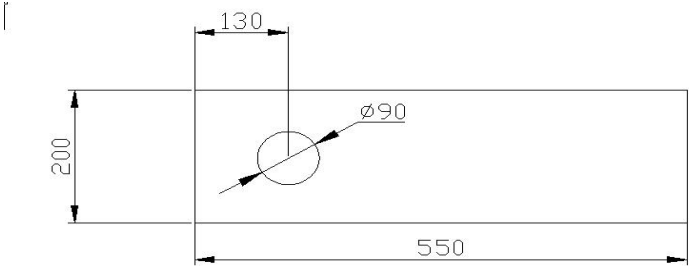

图 3-1
- 2.3 拆箱后的硬度计水平安放在稳固的工作台上,其水平度不超过 1mm/m。同时在工作台适当位置开孔(图 3-1),使升降螺杆正常工作。